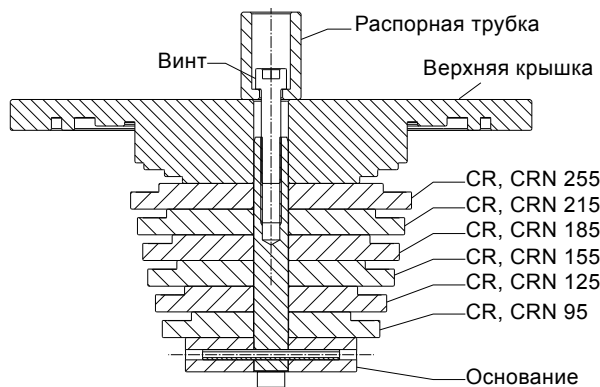

Рис. 29 Приспособление L для установки уплотнительного кольца
1. Используйте приспособление L, а также подберите диск подходящего размера для конкретного насоса и снимите с приспособления остальные диски. См. рис. 29.